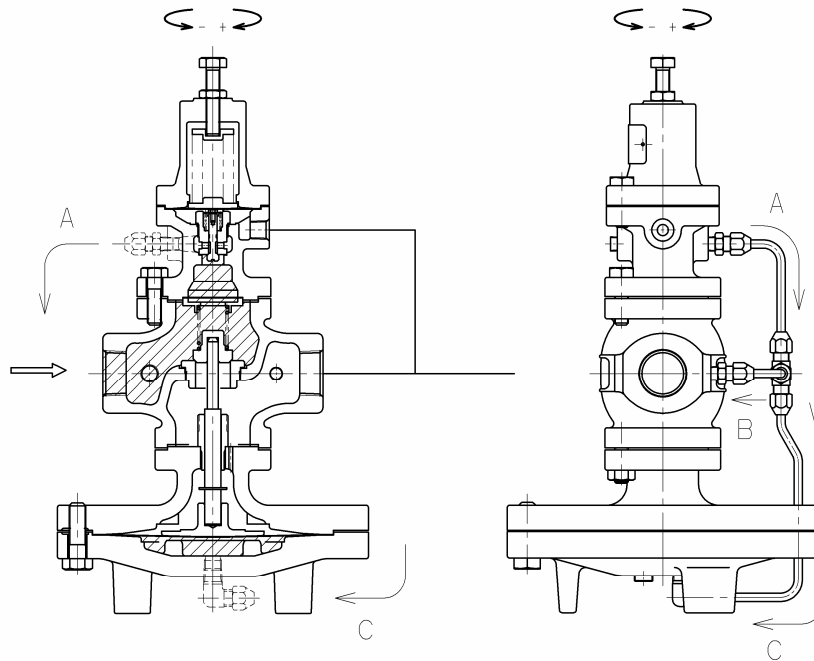

図2
(2) 調節ねじ⑳を右回転(時計回り)に回しますと、調節ばねは圧縮されてパイロットダイヤフラム㉓を湾曲させて先立弁弁体が開きます。先立弁弁体・先立弁弁座㉑を通った流体は、導管A㉔・導管C㉖を経てメインダイヤフラム室㉒-1に入り、また一方では導管B㉕および本体に取り付けてある継手㉗を通して本体①の二次側に出て行きます。(図2)